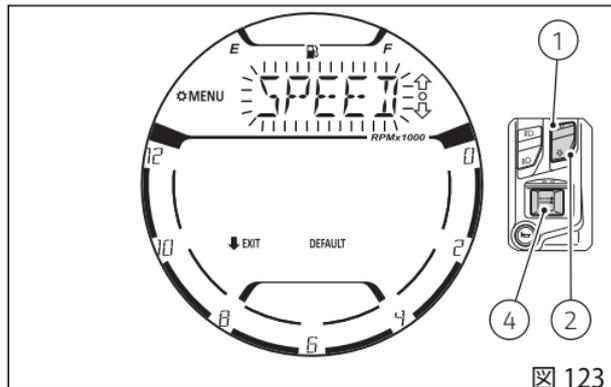

図 123
ボタン (1) および (2) で点滅している項目 “SPEED” (図 123) を選択し、ボタン (4) を押します。
その後、ディスプレイは “SPEED” の文字の点滅表示に戻ります (図 123)。
ディスプレイに"WAIT.."が2秒間表示されます。次に、単位がデフォルト設定に回復されたことを示す"DF-OK" (図 128) がさらに2秒間表示されます。その後、ディスプレイは"SPEED"の文字の点滅表示に戻ります (図 123)。